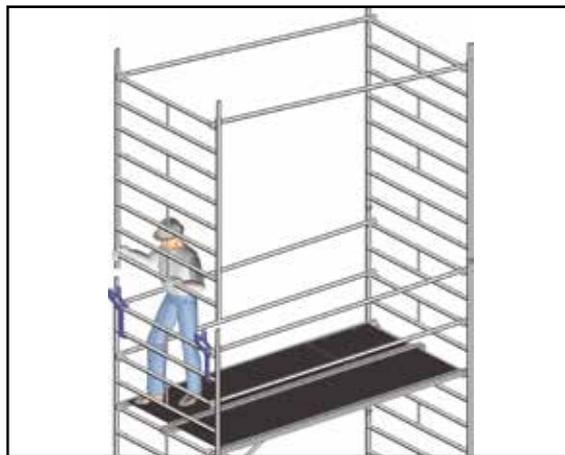

Figure 15
- 3) Retirez les goupilles, soulevez l'élément de cadre d'un côté (*figure 15*) et accrochez-le aux crochets de montage.